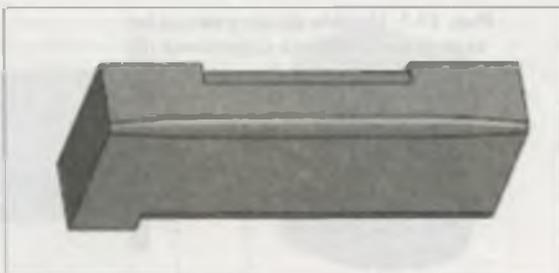

Рис. 21.6. Различные виды скругления
- ♦ для завершения операции нажмите кнопку **Создать объект**. После подтверждения выполнения операции на ребрах модели появится скругление, а в **Дереве построения** — соответствующая ему пиктограмма. У вас должно получиться как на рис. 21.6.